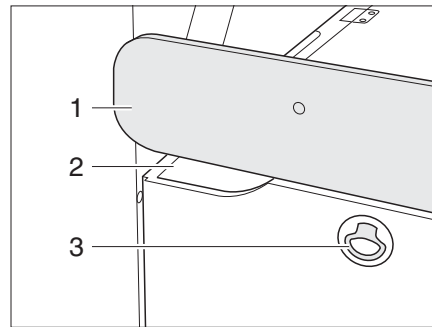

Fig. 35 Banquette
▷ Ne pas tirer sur le cache (Figure 35,1).
- Tirer la rallonge par la poignée (Figure 35,2) en dessous du cache.
- En tirant sur le verrouillage (Figure 35,3), ouvrir le portillon de l'espace de rangement.